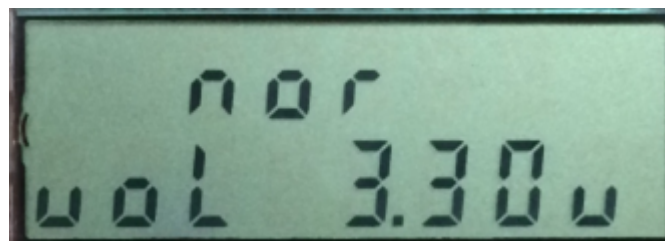

图 16. 电池监测
4. 电池电压每分钟测量一次，LCD 上将显示其测量值。请参见图 16。